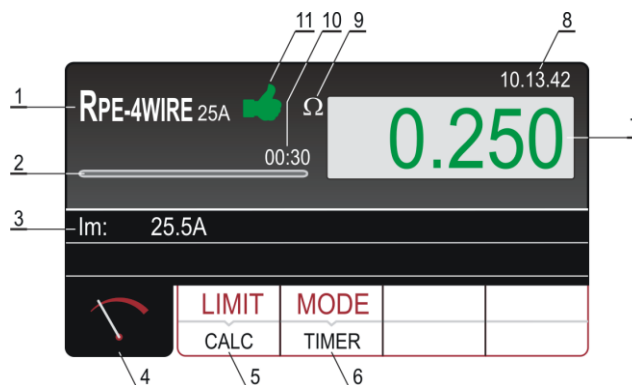

Fig. 31: Pantalla con el resultado del test RPE-4WIRE
6. Realice la medida pulsando el botón **START/STOP**. El resultado de la prueba se mostrará en la pantalla (vea Fig. 31)